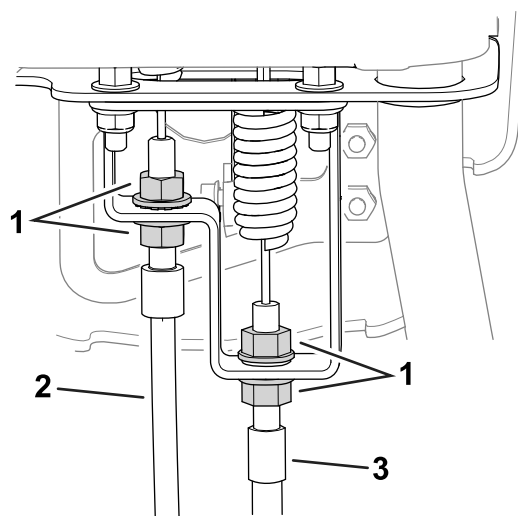

Figura 50
2. No anteparo da pega do controlo, desaperte o cabo de controlo do cilindro até que haja uma folga no cabo (Figura 50).